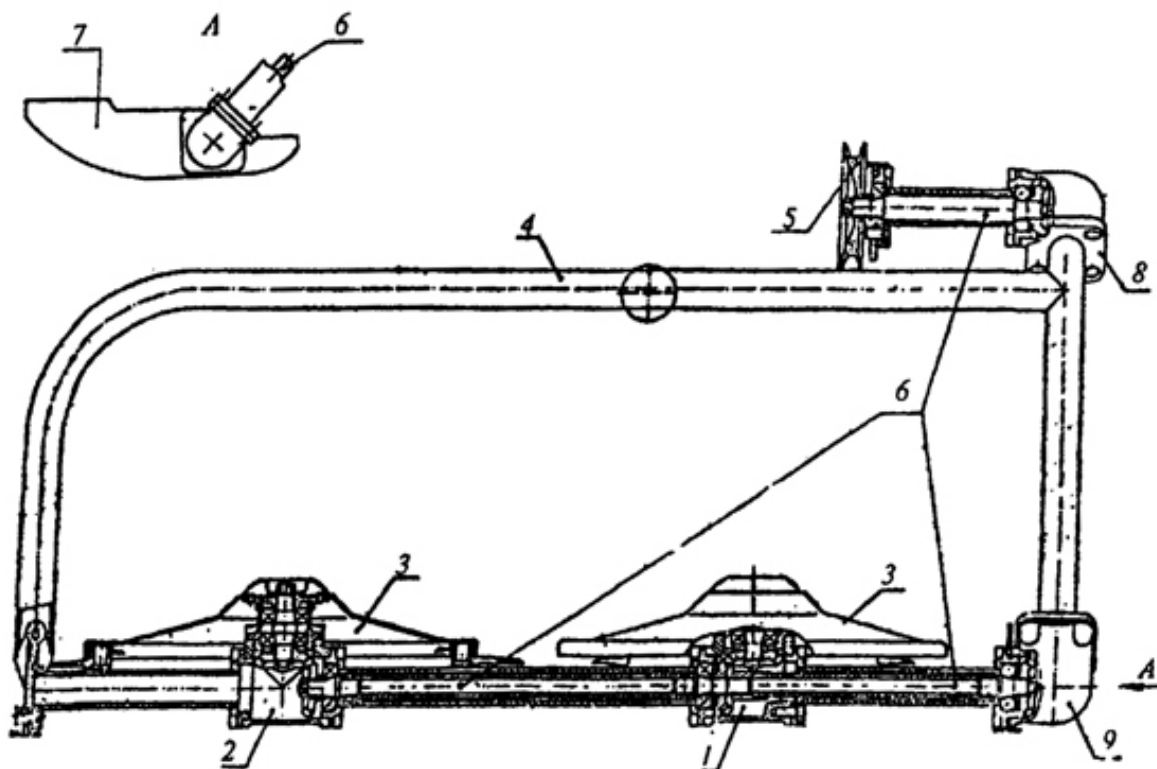
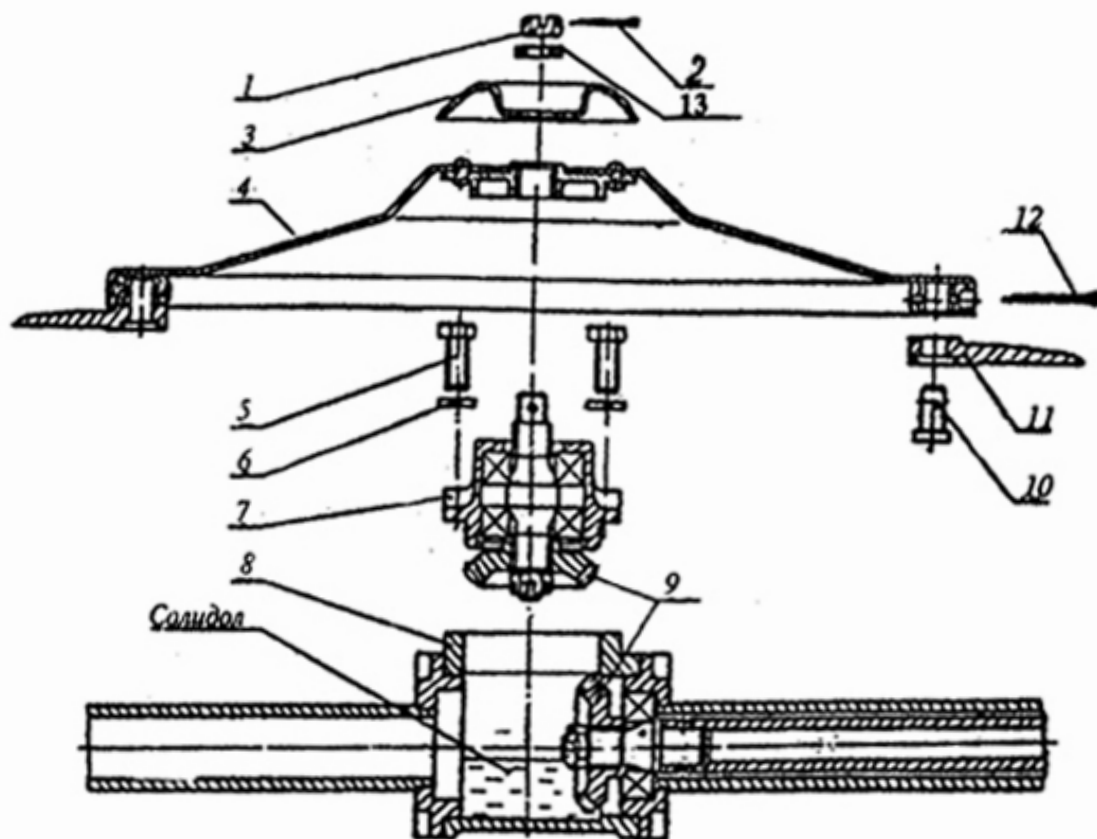

Рис. 1. Роторная косилка
Рис. 2. Режущий диск и его привод
- Общий вид косилки представлен на Рис.1.
- Конструкция режущих дисков и редуктора привода дисков представлена на Рис.2.
- Передача крутящего момента от приводного шкива №5 (Рис.1) к режущим дискам передается с помощью шлицевых торсионных валов №6 (Рис.1) и конических шестерен №9 (Рис.2).
Косилка поставляется в разобранном состоянии, редукторы заправлены смазкой. Необходимо удалить внешнюю консервацию и произвести сборку косилки согласно Рис. 1, 2, 3, 3А, 4 и Фото 1-4.
После первых 30 мин. работы новой косилки необходимо остановить двигатель мотоблока и проверить крепление деталей 1, 2, 10, 11 и 12 (Рис. 2.), а также затяжку крепления деталей косилки. При необходимости — законтроить.
- Для заполнения редуктора привода первого и второго режущих дисков 1 и 2 (Рис. 1.) необходимо расконтрить и отвернуть гайку 1 (Рис. 2.), снять шайбу защитную 3 и диск 4, отвернуть четыре болта 5, снять пружинные шайбы и корпус ведомой шестерни 7.
- Для заполнения верхнего углового редуктора 8 (Рис. 1.) необходимо отвернуть четыре болта крепления редуктора к раме 4, затем снять редуктор 8 вместе с приводом от шкива 5. В полость редуктора добавить 50 см³ смазки EP-0 или солидола ГОСТ 4366-76. Сборку редуктора произвести в обратном порядке.
- Для заполнения нижнего углового редуктора 9 (Рис. 1) необходимо отвернуть четыре болта крепления редуктора к раме 4 и два болта крепления редуктора привода второго режущего диска 2 к раме 4, затем снять нижний угловой редуктор вместе с редуктором 1 и 2. В полость 9 добавить 50 см³ смазки EP-0 или солидола ГОСТ 4366-76.